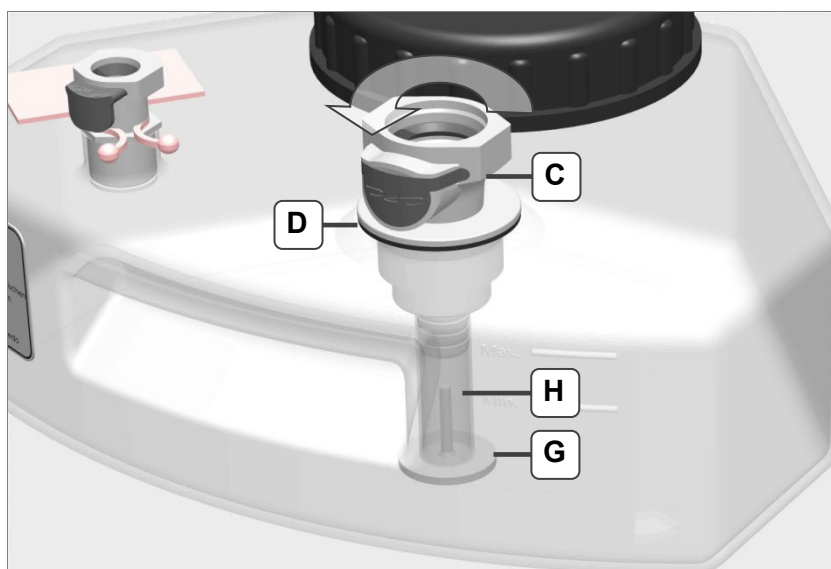

Abb. 9.2.2.1 Schnellkupplung und Ansaugfilter
1. Drehen Sie die Schnellkupplung (Abb. 9.2.2.1.C) im Gegenuhrzeigersinn aus dem Medienbehälter. Der Ansaugfilter (Abb. 9.2.2.1.G) befindet sich nun lose im Medienbehälter.
4. Wechsel der Dichtung (D) bei Bedarf.
5. Stellen Sie den Filter wieder auf den Boden des Medienbehälters und schrauben die Schnellkupplung wieder ein. Achten Sie darauf, dass der Stiel des Ansaugfilters sich innerhalb des Ansaugrohrs (*Abb. 9.2.2.1.C*) befindet und frei beweglich ist.